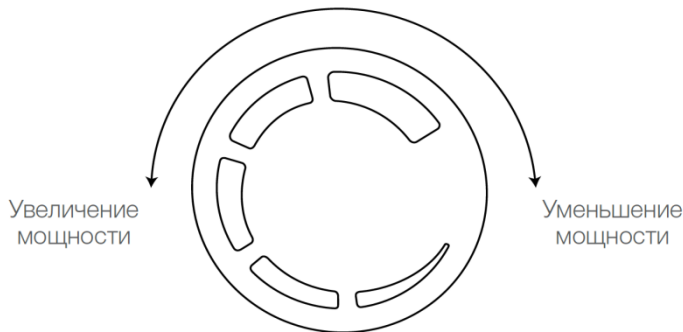

Рисунок 2
3. Поверните газовый вентиль на обогревателе против часовой стрелки до упора в положение максимальной мощности и надавите на нее (рис. 2).